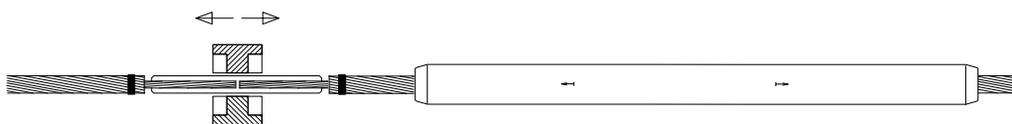

Fig. 2
- 4 Introducir los dos extremos del conductor en el manguito de acero verificando por las marcas sobre el conductor que se sitúan en el centro, y proceder a su compresión con las matrices para acero adecuadas, indicadas sobre el manguito, comenzando desde el centro hacia los extremos siguiendo el sentido indicado por las flechas grabadas en el mismo. **(Fig. 2).** Cada compresión se ha de solapar con la anterior un 20% aproximadamente.
- 4 Insert the two ends of the conductor in the steel sleeve, using the markings on the steel core to check that they are in the middle. Then perform the compression using the appropriate dies for steel (indicated on the sleeve), starting from the centre towards the ends, following the direction shown by the arrows stamped on it. **(Fig. 2).** Each compression must overlap the previous one by approximately 20%.